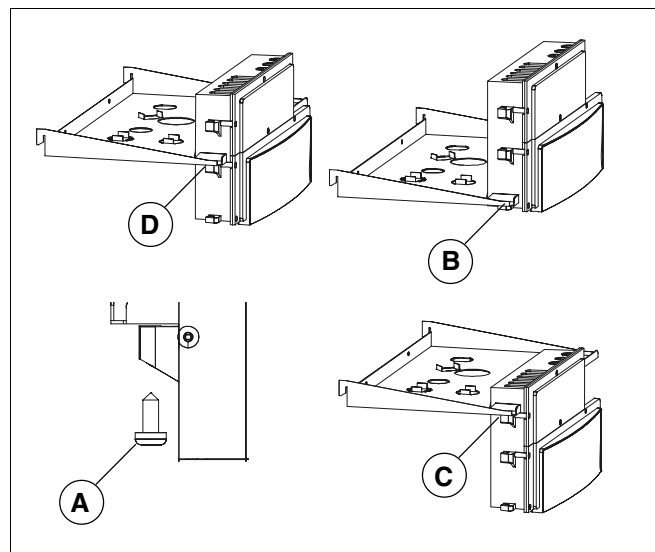

Fig. 34 Smontare il pannello di servizio
Per semplificare le operazioni di manutenzione è possibile fissare il pannello di servizio oltre che nella posizione normale (fig. 34, **pos. D**, pagina 37) anche più in alto o più in basso.
- Per il collegamento elettrico fissare il pannello di servizio in alto. Avvitare le tre viti (fig. 34, **pos. A**, pagina 37) per fissare il pannello di servizio, disporre opportunamente il pannello di servizio a livello dei fori inferiori e fissare il pannello stesso (fig. 34, **pos. B**, pagina 37).
Per installare il set componenti collocare il pannello di servizio nella posizione inferiore (fig. 34).
- Allentare le tre viti di fissaggio (fig. 34, **pos. A**). Due di queste si trovano sul lato del pannello di servizio e una sul retro. Disporre successivamente il pannello di servizio in corrispondenza dei fori superiori (fig. 34, **pos. C**, pagina 37) e fissare il pannello stesso.